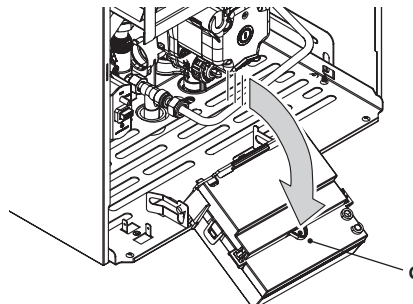

Рисунок 8.3
- Повернуть панель управления **C**, см. Рисунок 8.3, чтобы получить максимальный доступ к внутренним частям котла.